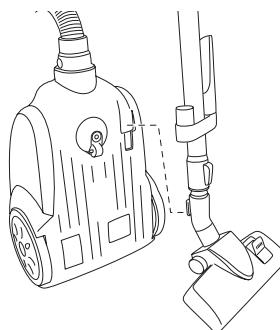

Figura 9
3. Coloque la aspiradora en posición vertical. Acorte completamente la longitud del tubo telescopico. La aspiradora trae por debajo, junto a la rueda frontal, una abertura para introducir el elemento donde se fija el tubo telescopico (véase la figura 9). Introduzca la parte inferior del elemento en el orificio. Así puede guardar fácilmente la aspiradora y volverla a utilizar sin tener que desensamblar las partes.